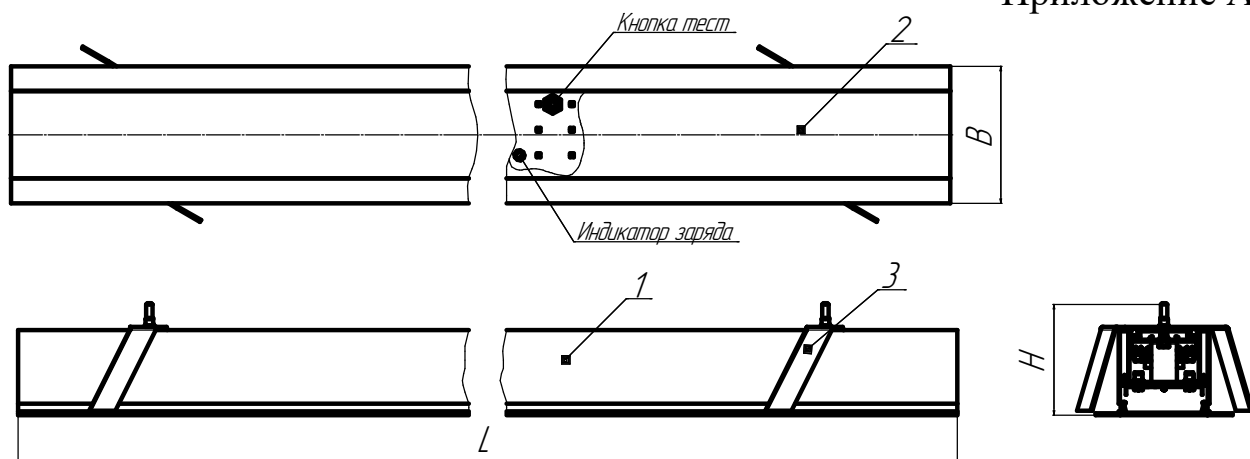

Рисунок 1 - Общий вид светильника серии ДВО02.
6.9 В светильниках присутствует ручное тестирование аварийного режима. Выключите светильник. Зажмите кнопку, находящуюся под рассеивателем на панели со светодиодными модулями (рисунок 1). Источник питания светильника переключится в аварийный режим, напряжение на светодиодные модули будет подаваться от аккумулятора. Для возврата в рабочий режим, отпустите кнопку ручного тестирования.